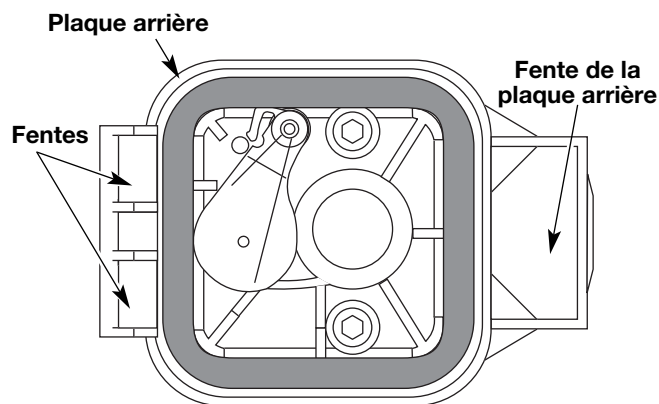

Figure 34
6. Remplacez le filtre (Fig. 34).
7. Réinstallez le couvercle du filtre à air Placez les crochets à gauche du filtre à air dans les fentes à gauche de la plaque arrière (Fig. 34).
8. Pivotez le couvercle vers la droite jusqu'à ce que la languette du couvercle du filtre s'enfonce d'un déclic dans la plaque arrière (Fig. 34).